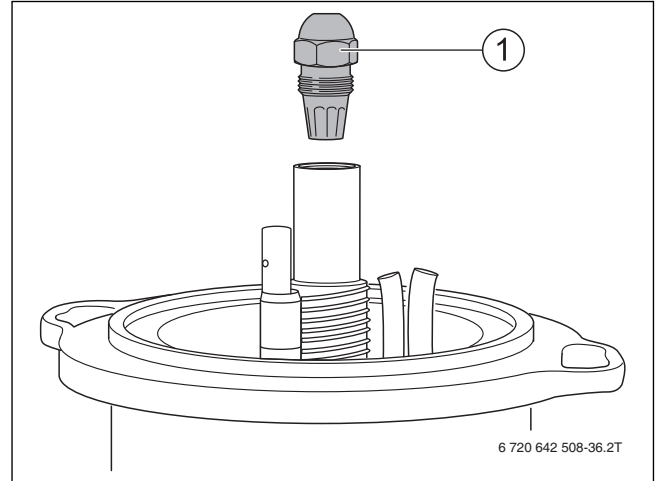

Fig. 35 Desenrosque la tobera
- ▶ Destornillar la tobera (→ fig 35, pág. 25).